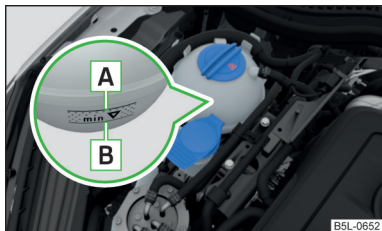

Fig. 162
Verificarea nivelului lichidului de răcire - nivelul lichidului de răcire trebuie să se afle între marcajele **A** și **B** » fig. 162. Dacă nivelul lichidului de răcire se află sub marcajul **B**, completați lichidul de răcire.
Specificația lichidului de răcire este menționată pe vasul de expansiune a lichidului de răcire » fig. 162.
- Nu adăugați lichid de răcire deasupra marcajului **A** » fig. 162. Lichidul de răcire ar putea fi împins din sistemul de răcire, atunci când se încălzește - există pericolul de deteriorare a pieselor din compartimentul motor.